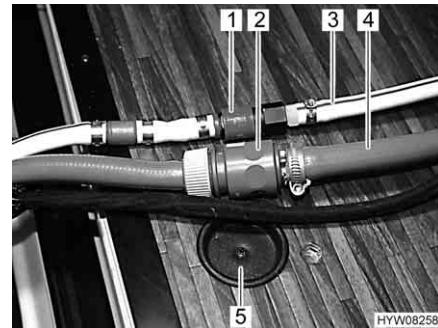
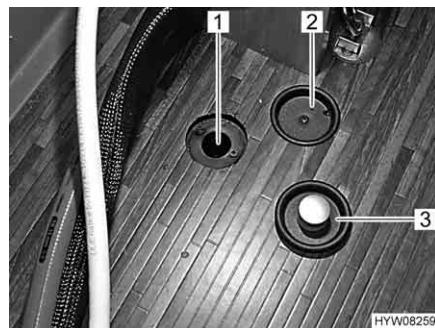

Fig. 37 Collegamenti cavi di prolunga
Fig. 38 Apertura di aerazione
- Collegare le prolunghe flessibili per acqua dolce (Fig. 37,3) e acqua di scarico (Fig. 37,4) ai collegamenti nel veicolo e ai cavi del blocco cucina (Fig. 37,1 e 2).
- Chiudere l'apertura di aerazione della cassetta del gas (Fig. 38,1) con il coperchio fornito in dotazione (Fig. 38,3).
- Rimuovere le prolunghe flessibili (Fig. 37,3 e 4).
- Posizionare il blocco cucina con i piedi negli attacchi (Fig. 37,5 e Fig. 38,2) nel pavimento del veicolo. Prestare attenzione a non schiacciare o piegare i cavi.